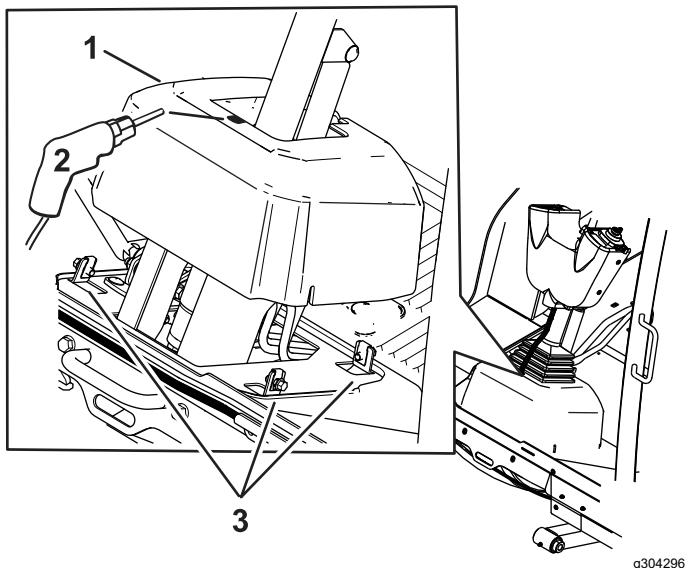

Figure 9
8. Desserrez les boulons autour de la base de la colonne de direction (Figure 9).
9. Élevez la base et percez un trou de 22 mm comme montré à la Figure 9.